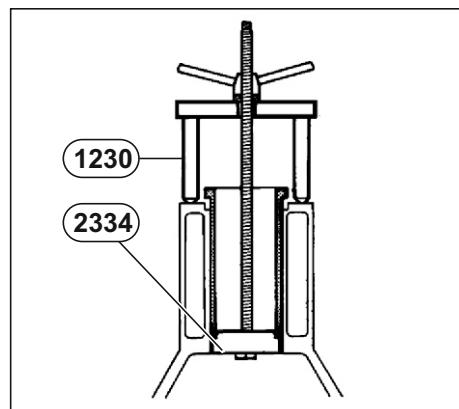

Рис. 42. Снятие гильзы цилиндра.
1. Извлечь гильзы (650.1002021), используя приспособления 1230 + 2334 (см. Рис. 42).